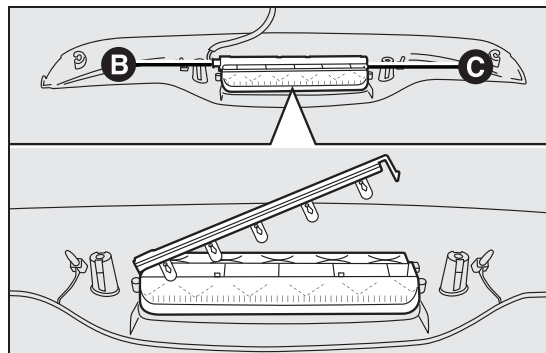

fig. 118
- ☐ maak de stekker B fig. 118 los;
- ☐ druk op de vergrendeling C fig. 118 en open de lamphouder;